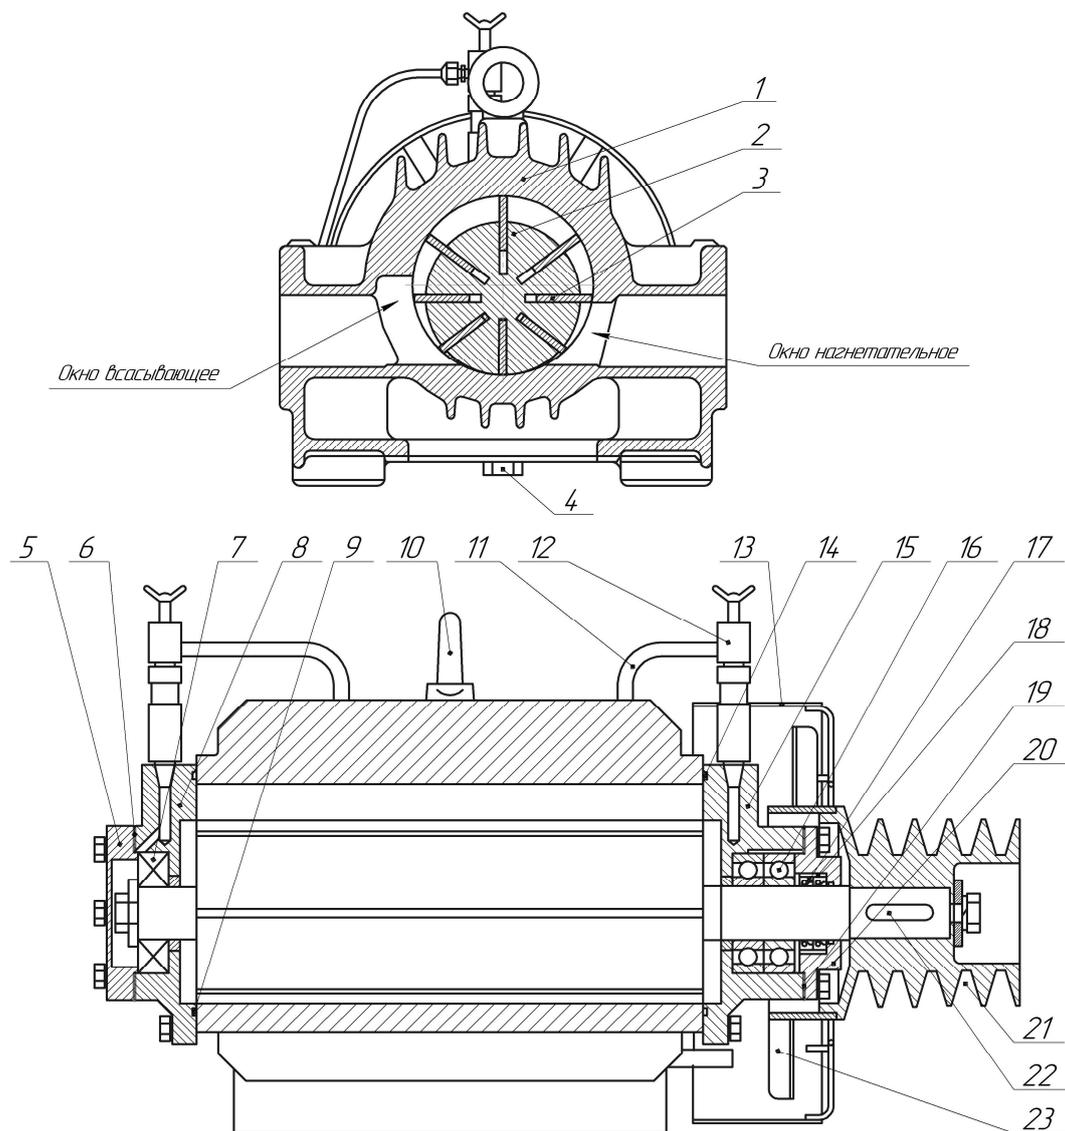

Рис.2. Компрессор в разрезах.
Основными элементами конструкции компрессора (рис. 2) являются: корпус (1) и ротор (2) с пластинами (3).